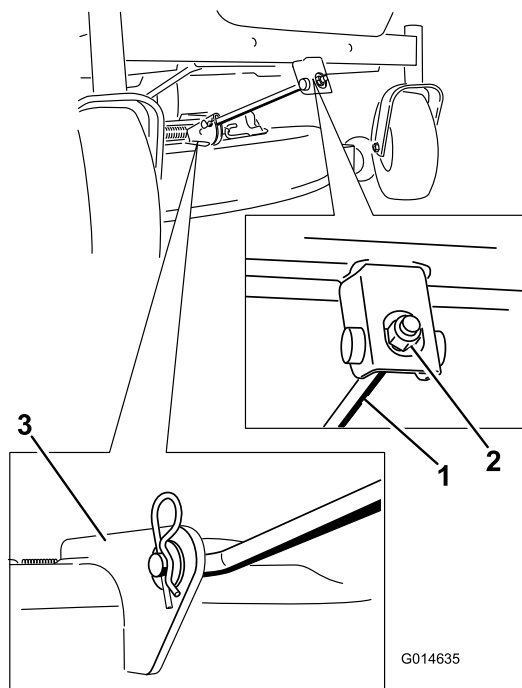

Figura 73
5. Retire la chaveta de la varilla de soporte delantera y retire la varilla del soporte de la carcasa (Figura 73).